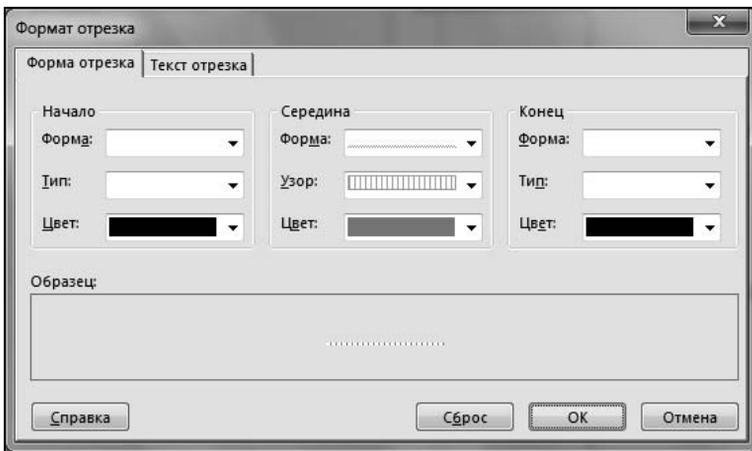

Рис. 4.23. Диалоговое окно форматирования отрезков работ, вкладка **Форма отрезка**
2. Выбрать контекстную вкладку ленты меню **Инструменты диаграммы Ганта**. Открыть список **Формат** в области **Стили отрезков** этой вкладки ленты меню и выбрать в нем пункт **Диаграммы**. Откроется окно, показанное на рис. 4.23. Это окно на вкладке **Форма отрезка** содержит три группы элементов управления: **Начало** и **Конец** — для выбора начертания начального и конечного символов отрезков, а также **Середина** — для форматирования собственно отрезка задачи. В нижней части окна автоматически формируется изображение отрезка задачи с текущим форматированием.
2. Выбрать контекстную вкладку ленты меню **Инструменты диаграммы Ганта**. Открыть список **Формат** в области **Стили** отрезков этой вкладки ленты меню и выбрать в нем пункт **Диаграммы**. Откроется окно, показанное на рис. 4.23.